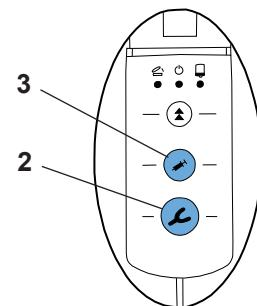

Fig. 8
- Dacă a fost apăsată o tastă pentru scoatere prin presare fără selectarea prealabilă a programului (lingură de amprentă (2, Fig. 8) sau dispenser (3, Fig. 8), aparatul activează automat programul  $\text{ST}$ . LED-ul de lângă tasta  $\text{ST}$  se aprinde.